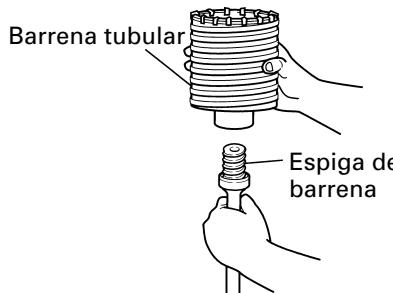

Fig. 15
## (1) Montar la barrena tubular en su espiga. (Fig. 15)